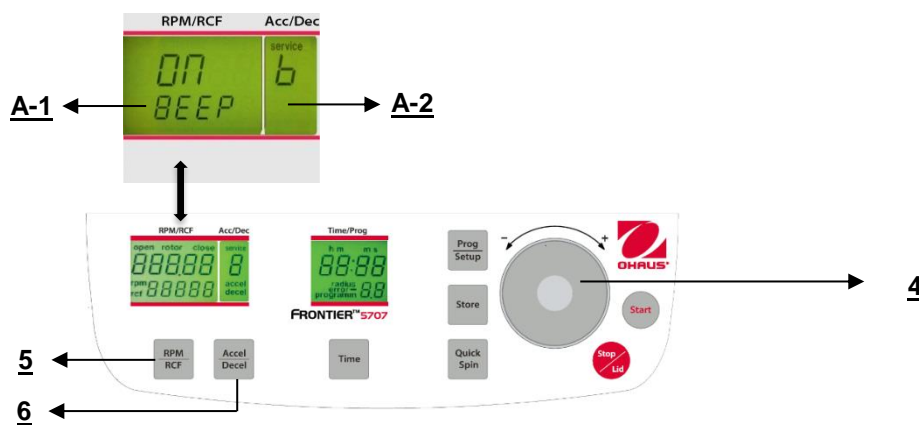

Figura. 32
Proceda como se describe en el punto 4.1.2 para ingresar en este modo de programa y luego presione el botón **"Accel/Decel"** (6). En la pantalla **"Acc/Dec"** (A-2) destella la palabra **"Service"**. Ahora seleccione la letra **"B"** con el dial de ajuste (4). Como resultado, en la pantalla **"RPM/RCF"** (A-1) aparece la palabra **"ON/BEEP"**. Después de presionar el botón **"RPM/RCF"** (5), puede encender el sonido del teclado (On) o apagarlo (Off) con el dial de ajuste (4). (Vea la Figura 32).